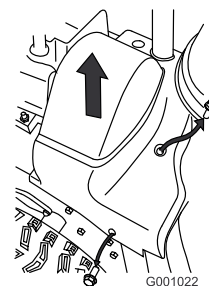

Bild 37
2. Heben Sie die rechte Seite der Riemenabdeckung an (Bild 37).